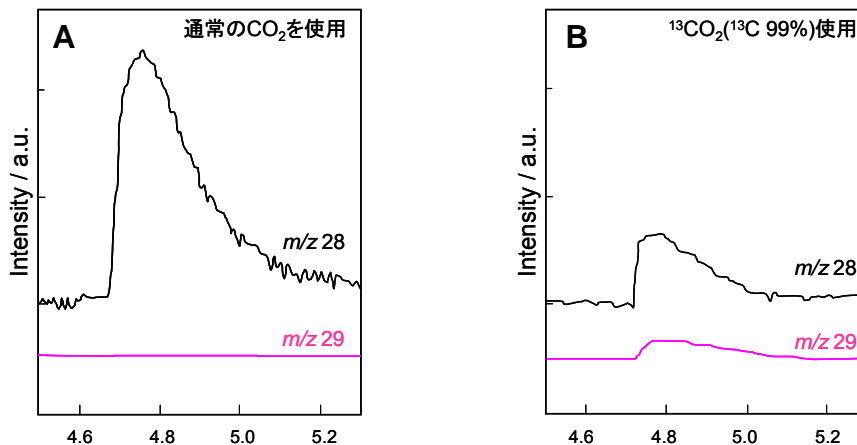

Fig. 1 光触媒反応により生成した気相サンプル測定時の抽出イオンクロマトグラム
(1) ¹³CO₂を用いた光触媒還元反応生成物の確認※
光触媒による二酸化炭素の還元反応において、生成した一酸化炭素(分子量 28)をGC-MSで測定した例をFig. 1に示します。Aはラベル化していないCO₂(メタノール溶媒)を用いた実験系、Bは¹³CO₂(メタノール溶媒)を用いた実験系におけるCOの抽出イオンクロマトグラムです。Bでは、m/z 29 (¹³CO)でピークが確認できましたが、m/z 28 (CO)にも同様にピークが確認されました。このことから、この反応では、二酸化炭素から生成した一酸化炭素は全一酸化炭素の一部であることが分かりました。同じく、¹³CO₂からの反応生成物であるギ酸や、¹³CH₃OHからの反応生成物であるホルムアルデヒドなどを測定することにより、光触媒反応の反応機構を推察することができます。